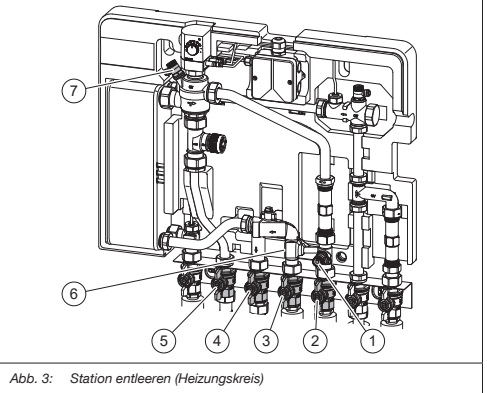

Abb. 3: Station entleeren (Heizungskreis)
- Schrauben Sie den Stopfen (Abb. 3(6)) aus dem Anschluss der Leitung im Heizungs-Vorlauf.
Siehe Abb. 3